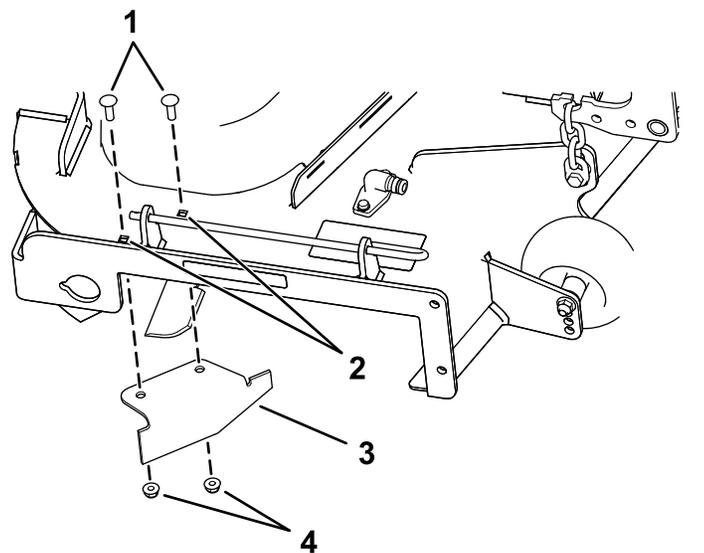

Bild 34
9. Suchen Sie das Versatzablenkblech in den losen Teilen und entfernen Sie die Befestigungen in den hinteren Löchern der Auswurfplatte (Bild 34).